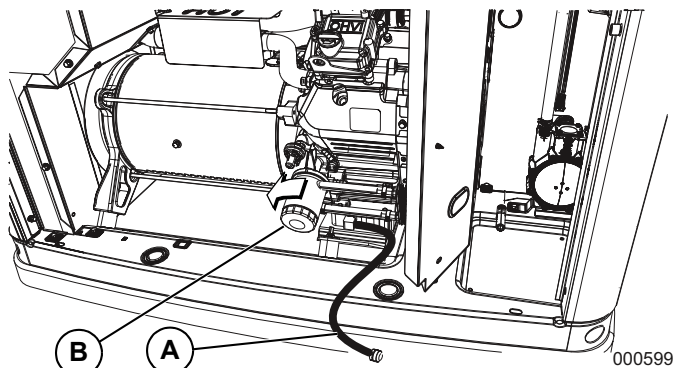

Рис. 4-2. Расположение масляного фильтра и слива
4. Слив масло, извлеките старый масляный фильтр, повернув его против часовой стрелки. Расположение фильтра см. на **Рисунок 4-2**, пункт В.